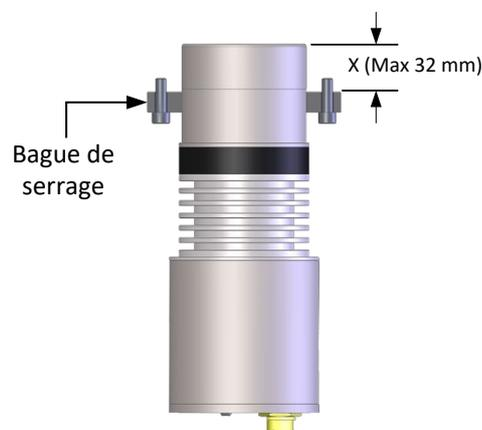

Figure 20 : Positionnement de la bague de serrage
3. Réglez la position de la bague de serrage pour qu'elle corresponde à la profondeur d'insertion requise (Figure 20)